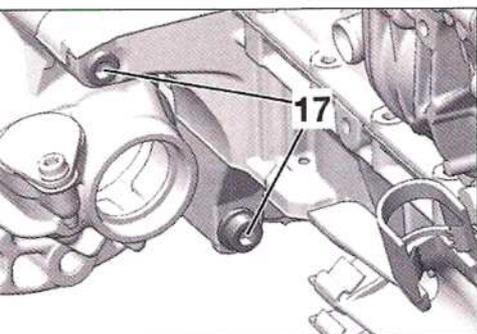

FIG. 7
Desmontar los tornillos de fijación (17) de la caja (Fig.7).